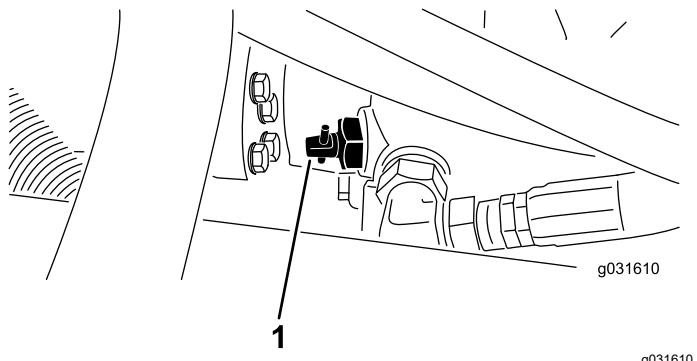

Figure 29
1. Localisez la vanne de dérivation sur la pompe (Figure 29) et desserrez-la en la tournant de 90° (1/4 de tour).